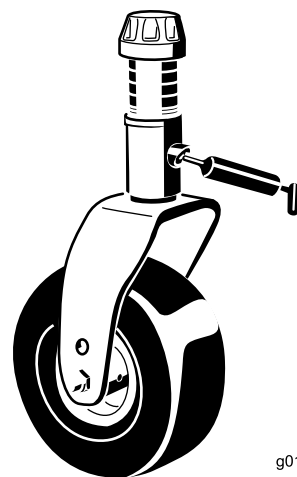

Figura 67
- Dois casquilhos de eixo da forquilha da roda giratória (Figura 67)